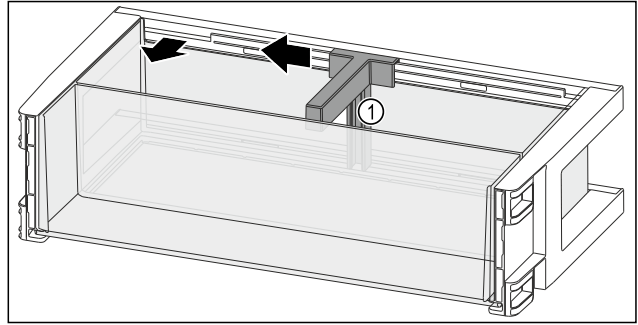

Fig. 121
- Pousser le porte-bouteilles Fig. 121 (1) sur le côté jusqu'à l'évidement.
- Retirer le porte-bouteilles Fig. 121 (1).